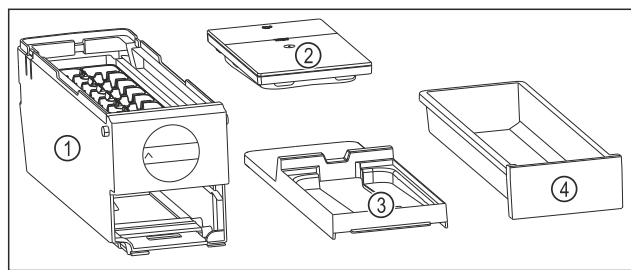

Fig. 106 EasyTwist-Ice 的组成部分
- ▶ EasyTwist-Ice 已被拆解为四部分。(参见 Fig. 106)
- ▶ 仅将 EasyTwist-Ice 拆解成所示的组成部分。(参见 Fig. 106)
- ▶ 将 EasyTwist-Ice 机身 Fig. 106 (1) 作为整体进行清洁。